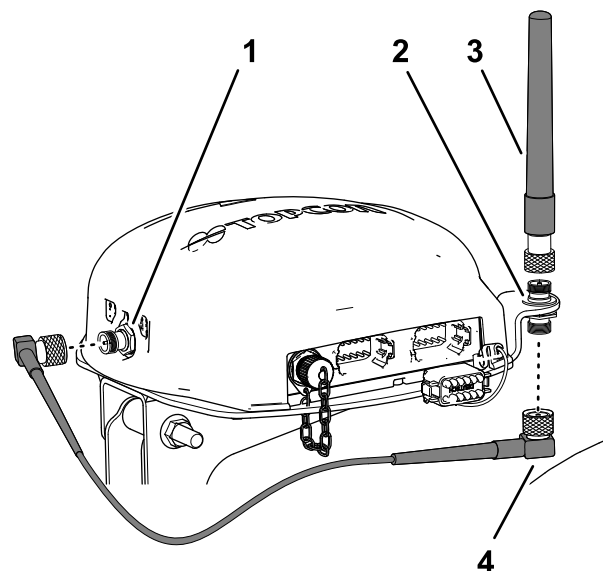

Рисунок 157
- Подсоедините антенну RTK к верхнему фитингу коаксиального разъема и затяните рифленую гайку на антенне от руки (Рисунок 157).
- Подсоедините, не затягивая, кабель антенны к нижнему фитингу коаксиального разъема (Рисунок 157).
разъему сотового модема CDMA или GSM (Рисунок 157).
6. Подсоедините кабель антенны к коаксиальному разъему сотового модема CDMA или GSM (Рисунок 157).